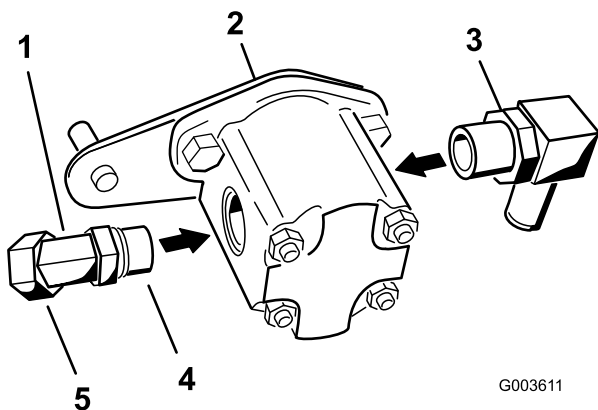

Figura 17
2. Montate il gomito a 45° sul lato della pompa idraulica (Figura 17).